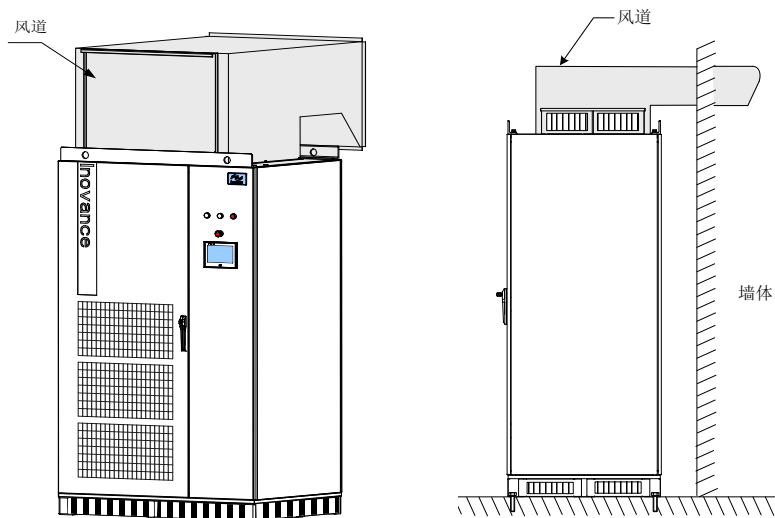

图 4-11 风道设计示意图
- 第一步: 拆除逆变器风扇上部盖板, 一共拆除 8 个 M6 组合螺钉 (机柜自带), 如图 4-11;